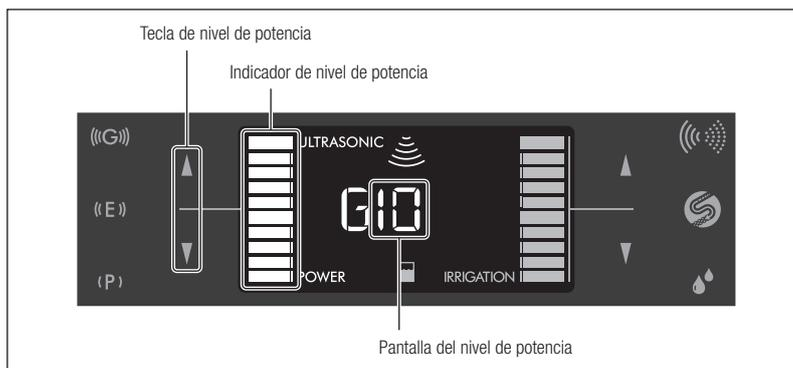

Fig. 21
- 2) Toque la tecla de nivel de potencia (▲/▼) para ajustar el nivel de potencia. La pantalla de nivel de potencia y el indicador de nivel de potencia aumentan o disminuyen de acuerdo con el nivel seleccionado (Fig. 21).